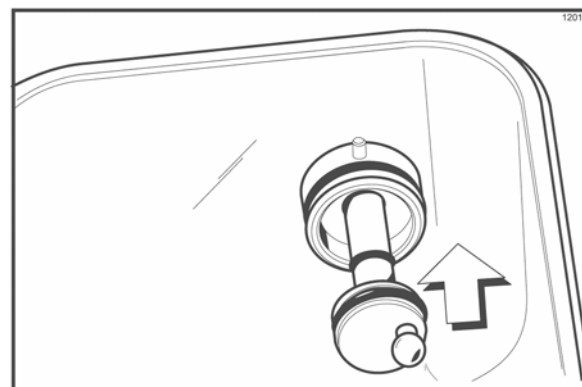

Figura 13
14. Instale a extremidade sextavada do eixo de acionamento no cubo de acionamento localizado na parede posterior do depósito de mistura. (Veja a Figura 13.)